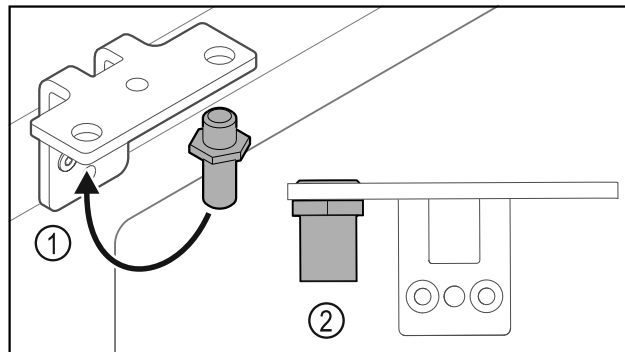

Fig. 23
- ▶ Sett om bolten Fig. 23 (1) i hengselvinkelen.
- ▶ Trekk til bolten Fig. 23 (2) med **et tiltrekkingmoment på 12 Nm**.